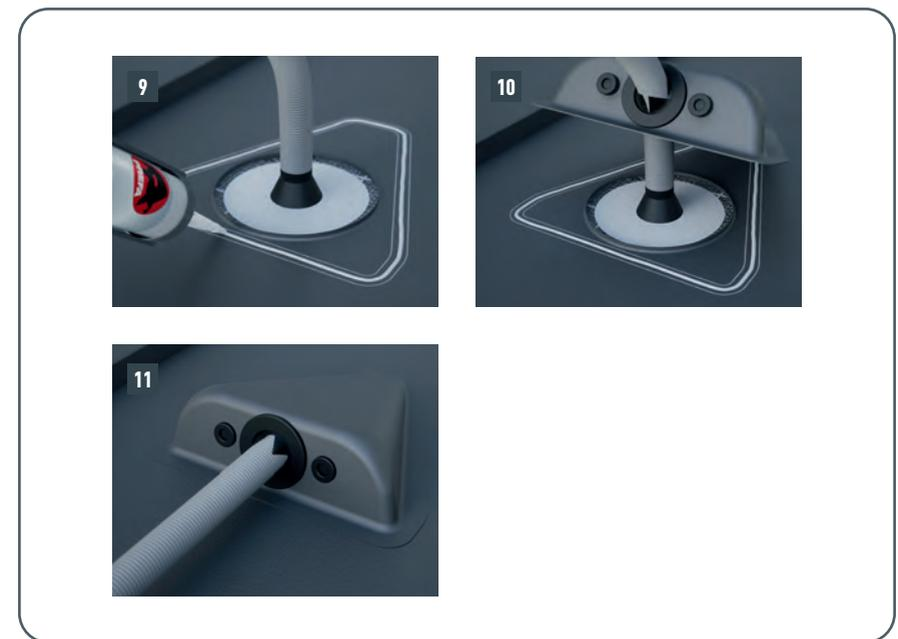

Abbildung 11 · Montage der PREFA Solarluke
- Fertig montierte Solarluke (Bild 11)